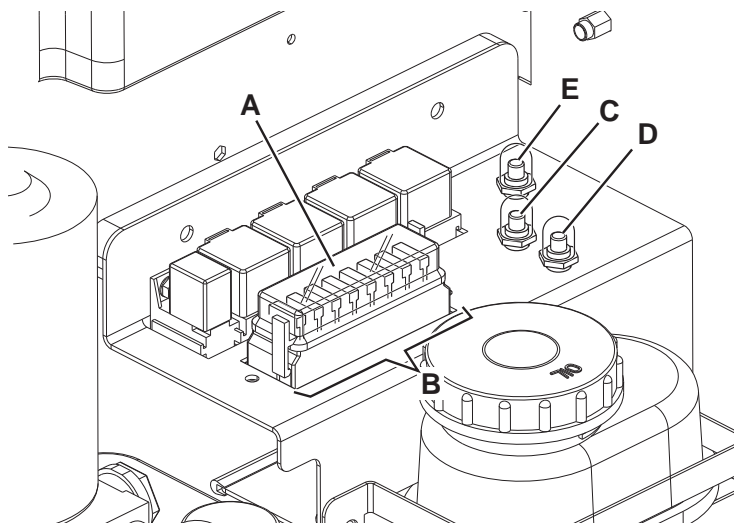

Figure 29
4. Enlever le couvercle (A, Fig. 29) et noter les positions des fusibles indiqués sur l'adhésif correspondant.
5. Contrôler / remplacer le fusible concerné parmi les suivants (B) :
- Fusible FA (C, Fig. 29) : Fusible restaurable moteur balai latéral droit
- Fusible FB (D) : Fusible restaurable moteur balai latéral gauche (optionnel)
- Fusible FC (E) : Fusible restaurable moteur balai central